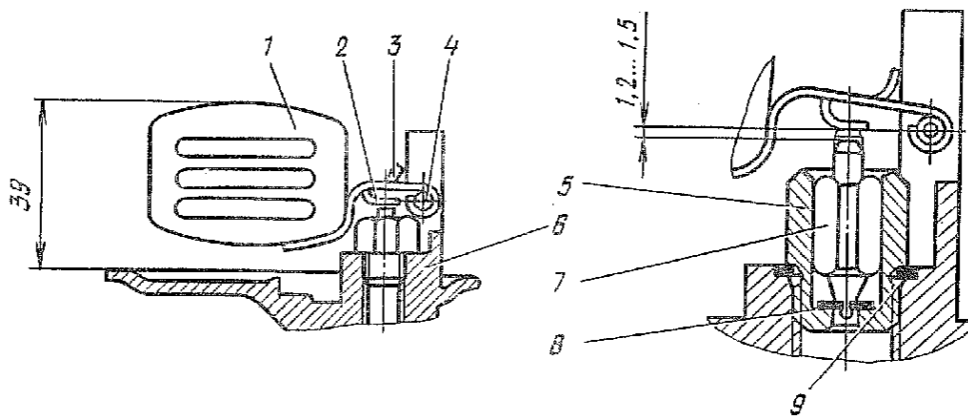

Рис. 117. Поплавок с топливным клапаном:
1.5.1. Вынуть ось 4 (рис. 117) поплавка и снять поплавок 1.
3.3.5. Ввернуть корпус 5 (рис. 117) топливного клапана, предварительно установив на него уплотнительную прокладку (ключ 12).